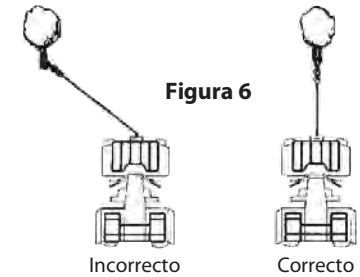

Figura 6
13. EVITE LA TRACCIÓN CONTINUA EN ÁNGULOS MUY ABIERTOS ya que podría empujar las vueltas de cable hacia un extremo del tambor Figura 6 y se atascará, causando daño al cable y al guinche.